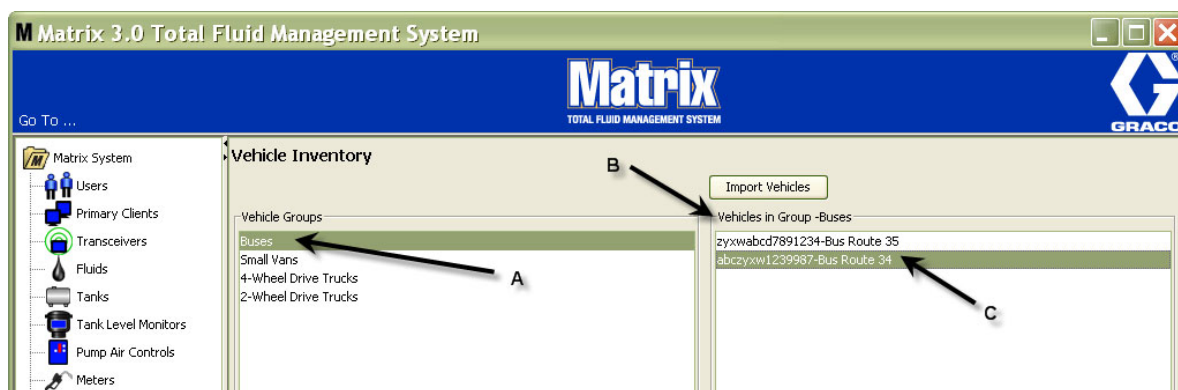
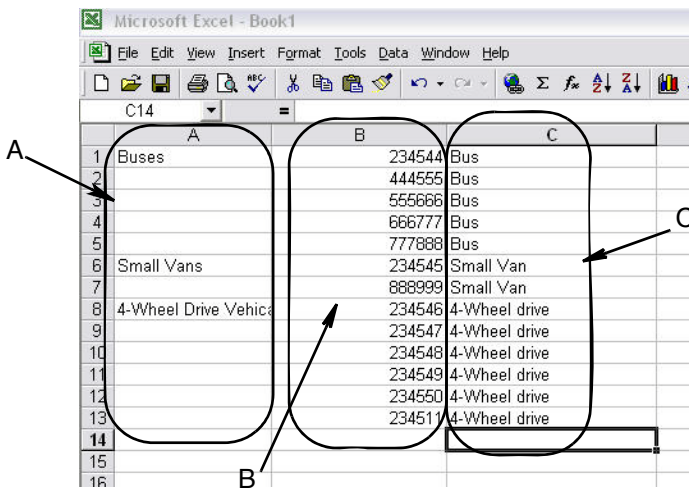

Рис. 156
Рис. 159
7. Транспортные средства будут отображены на экране «Vehicle Inventory» [Транспортные средства], только когда выделена его группа. В примере на Рис. 156 выделена группа транспортных средств «Buses» [Автобусы] (A). Обратите внимание, что группа «Buses» добавлена в конце названия столбца «Vehicles in Group» [Транспортные средства в группе] (B). В списке в этом столбце находятся только автобусы из парка транспортных средств. Нет ни малых фургонов, полноприводных или заднеприводных грузовых автомобилей. Эти транспортные средства отображаются, если выбрать соответствующие группы.
Разделы А, В и С на Рис. 159 соответствуют позициям А, В и С на Рис. 156.